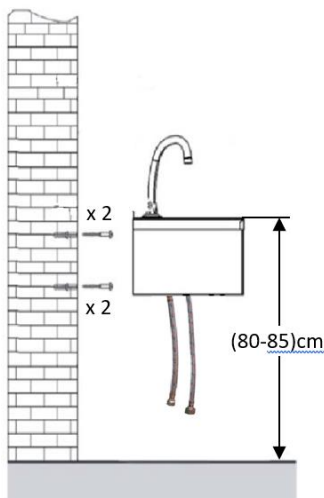

Fig.5
- Appendere il prodotto alle viti a muro già puntate sui tasselli e poi stringerle in modo che il prodotto sia sicuro (Fig.5). È essenziale verificare che sia in piano e ben fissato!